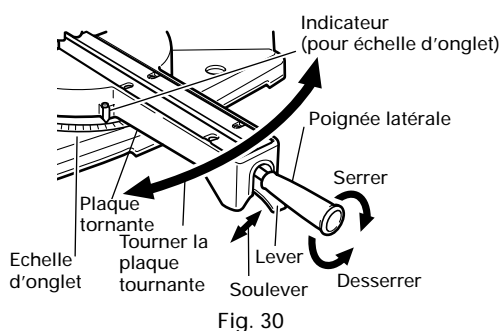
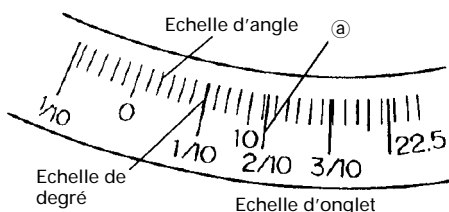

Fig. 30
Fig. 31
- (1) Desserrer la poignée latérale et tirer vers le haut le levier des butées d'angle. Cela fait, régler la plaque tournante jusqu'à ce que l'indicateur soit aligné avec le réglage désiré sur l'échelle de coupe d'onglet (Fig. 30).
- (2) Resserrer la poignée latérale pour fixer la plaque tournante à la position voulue.
- (3) L'échelle d'onglet (Fig. 31) indique à la fois l'angle de coupe de l'échelle d'angle et le degré de l'échelle de degré.
- (4) Le degré, qui est le rapport de la hauteur sur le socle de la section triangulaire à retirer, pourra être utilisé pour régler l'échelle d'onglet à la place de l'angle de coupe, au besoin (voir Fig. 31).
- (5) En conséquence, pour couper une pièce à un angle de 2/10, régler l'indicateur sur la position ②, comme indiqué à la Fig. 31.